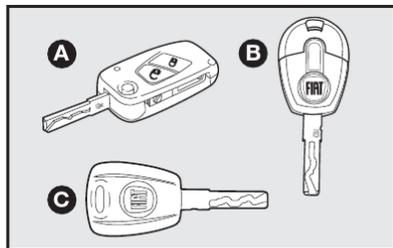

fig. 1
CHAVES - fig. 1
Com o veículo são entregues, conforme versão, uma chave **A-fig. 1** e sua reserva **C-fig. 1** ou duas chaves **B-fig. 1**.
As chaves **A** ou **B-fig. 1** de uso normal no veículo são usadas para:
- abertura/fechamento das portas por meio do controle remoto. (chave **A-fig. 1**).
Para a chave **B-fig. 1** está prevista a predisposição para instalação de controle remoto.